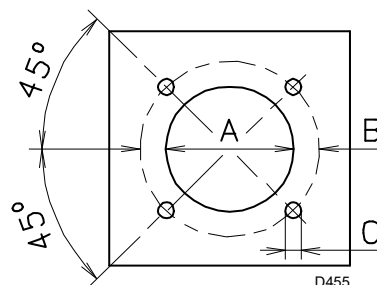

Fig. 14
Perçer la plaque de fermeture de la chambre de combustion comme sur la Fig. 14 (Tab. J) La position des trous filetés peut être tracée en utilisant l'écran thermique fourni avec le brûleur.
- Introduire tout le brûleur sur le trou de la chaudière, précédemment prédisposé, (Fig. 14), et le fixer avec les vis fournies de série.